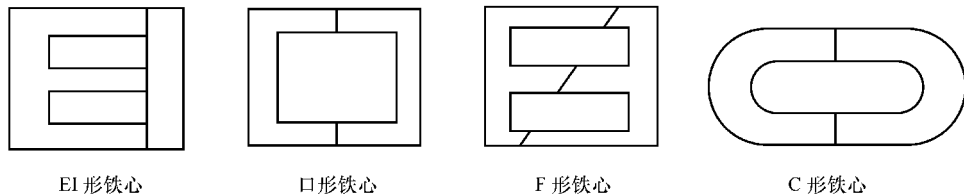

图 1-95 变压器常用铁心
3) 按变压器常用的铁心：变压器的铁心通常由硅钢片、坡莫合金或铁氧体材料制成，其形状有“EI”、“口”、“F”、“C”形等种类，如图 1-95 所示。